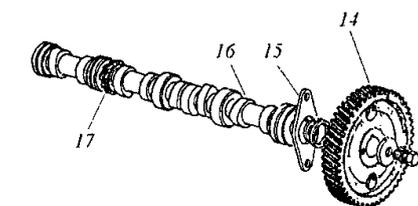

Рис. 1.2. Газораспределительный механизм двигателя ЗМЗ-4025.10
25. САЛЬНИК 12 (РИС. 1.2)
26. РАБОТА ГРМ (РИС. 1.2):